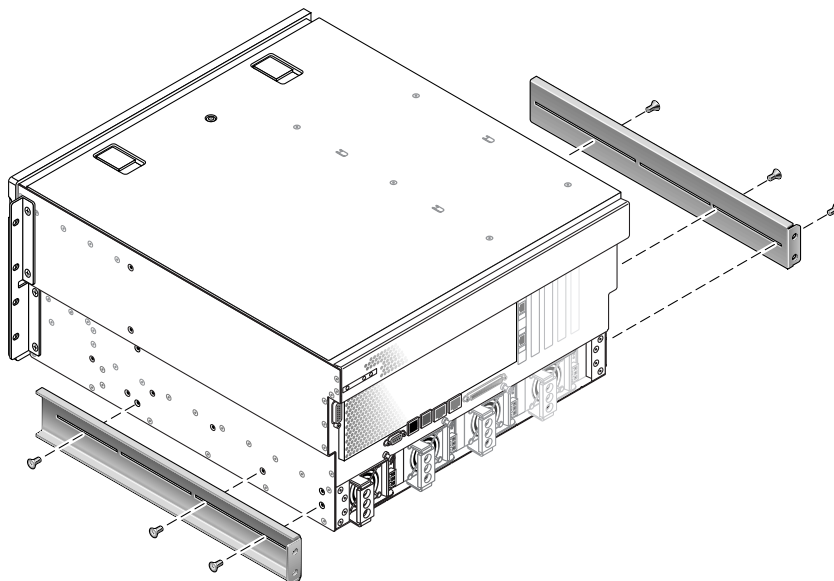

BILD 3-19 Skruva fast de bakre monteringskenorna
5. Installera de bakre monteringskenorna, dra ut monteringskenorna till rackets uppmätta djup (BILD 3-19).